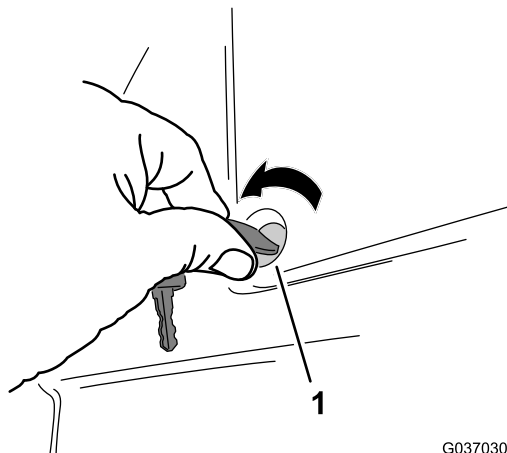

図1
1. バッテリーカバーを運転台に固定している90°レバーを左に回してカバーを外す。図1。